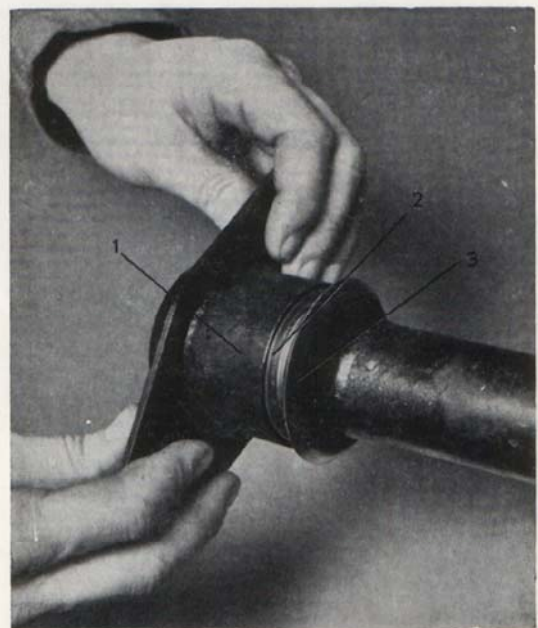
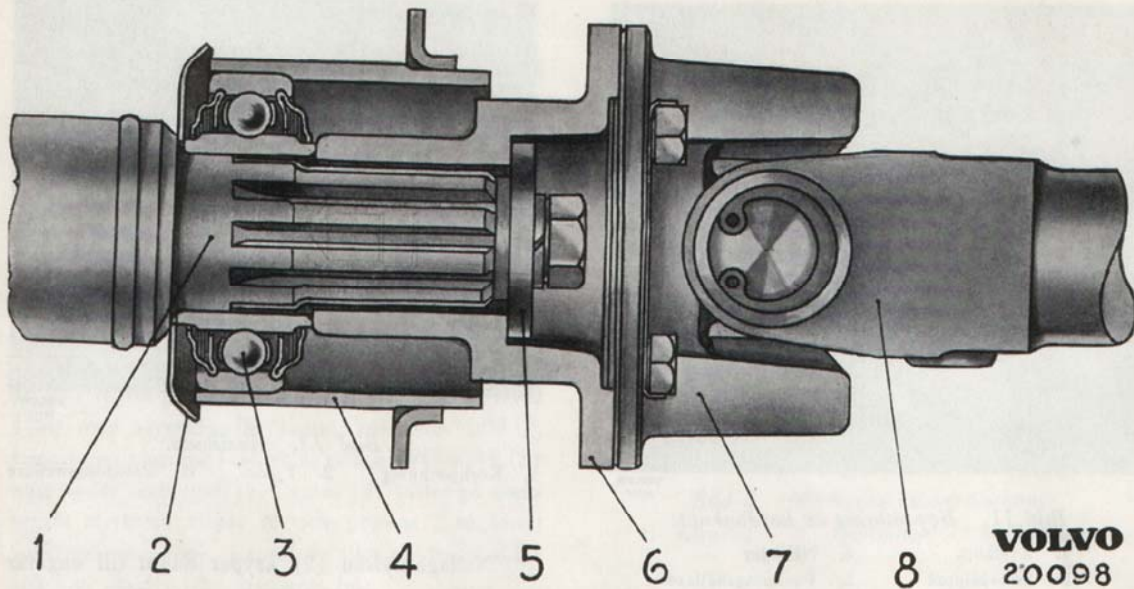

Bild 14. Hopsättning av lagerhus.
Bild 15. Lagerhus med lager.
2. Sätt på stänkskyddet (3, bild 14).
3. Skjut på lagerhus (1) med lager (2).
4. Skjut på medbringaren (6, bild 15). Se därvid till att hålen i denna kommer mitt för hålen i främre knutens medbringare. Använd dorn SVO 4034.